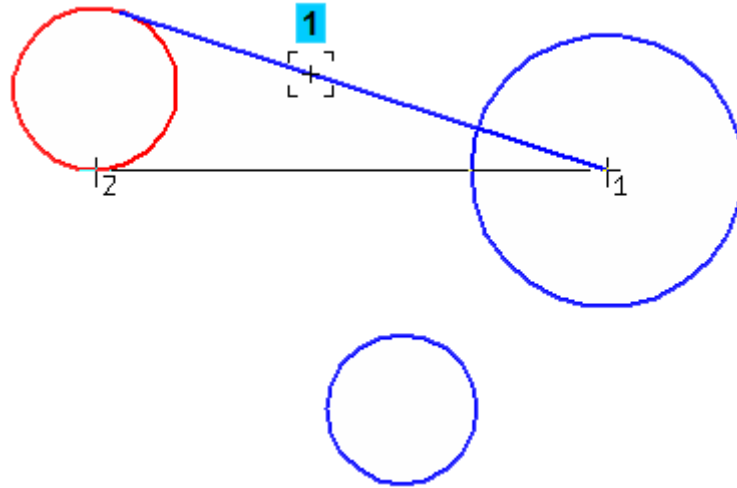

Рисунок 9.
- Система предложит два варианта касания. Верхний вариант, нужный для построения, является текущим (он оформлен сплошной тонкой линией). Создайте его щелчком мыши (рис. 9).